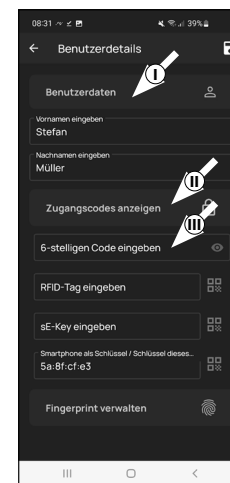

Fig. 3
- ! **Remarque :** Dans ce paragraphe, vous pouvez enregistrer les médiums d'identification souhaités par l'utilisateur (p. ex. code d'utilisateur ou empreintes digitales) (II) (Fig. 3). Le profil d'utilisateur de l'administrateur a déjà été créé automatiquement en ouvrant la serrure par smartphone.
- 4 Si vous disposez d'un clavier en option (p. ex. *ENTRY 7711 PIN*), vous pouvez enregistrer un code d'utilisateur à 6 chiffres comme moyen d'ouverture dans ce paragraphe. Vous trouverez des indications sur la configuration dans le mode d'emploi de l'article concerné (III) (Fig. 3)